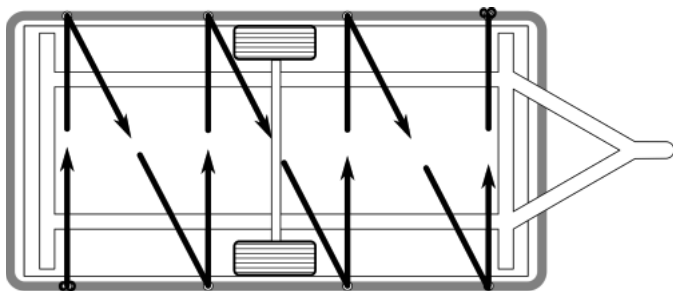

Figure 2 : Fixation avec la corde de serrage
- Des œillets sont cousus sur le bord de la partie latérale. Nouez fermement une des extrémités de la corde de serrage à l'œillet gauche. Faites passer l'autre extrémité de la corde de serrage à travers l'autre œillet de la housse de protection, comme représenté sur la figure 2.